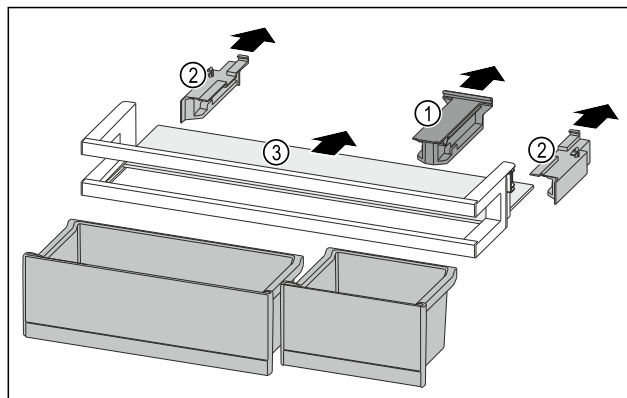

Fig. 230
- Držák Fig. 230 (1) stáhněte.
- Boční díly Fig. 230 (2) stáhněte.
- Odkládací plochu Fig. 230 (3) odeberte.